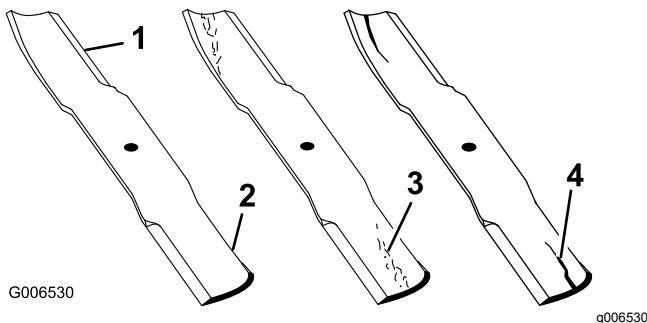

Figure 48
1. Examinez le tranchant des lames (Figure 48). Si les tranchants sont mal affûtés ou présentent des indentations, déposez et affûtez les lames; voir Affûtage des lames.
2. Inspectez les lames, surtout la partie relevée (Figure 48). Remplacez immédiatement toute lame endommagée, usée ou qui présente une entaille (repères 3 et 4 de la Figure 48).